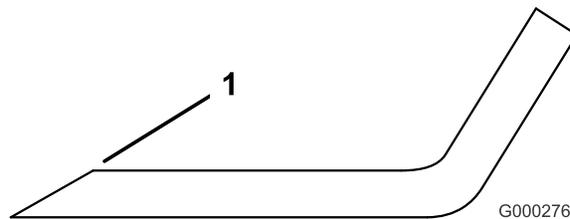

図 81
1. ブレードは、左右の刃先をやすりで磨く(図 81)。刃先の角度を変えないように注意すること。左右を同じだけ削るようにすればバランスが狂わない。